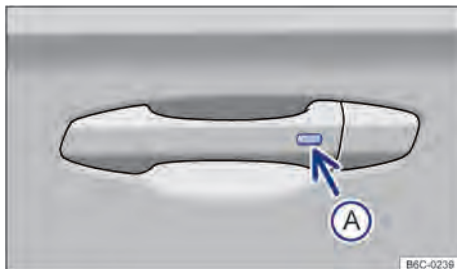

Fig. 51 En la manilla interior de la puerta: tecla para bloquear o desbloquear.
- 1 Presionar la tecla → fig. 51 Ⓐ en el exterior de la manilla interior de la puerta.
- 2 Presionar la tecla → fig. 51 Ⓐ en el exterior de la manilla interior de la puerta.
- Dentro de 5 segundos, presionar la tecla en el lado exterior de la manilla interior de la puerta → fig. 51 . Así, no asirse a la manilla de la puerta. El sistema de cierre y arranque sin llave "Keyless Access" está temporalmente desactivado.